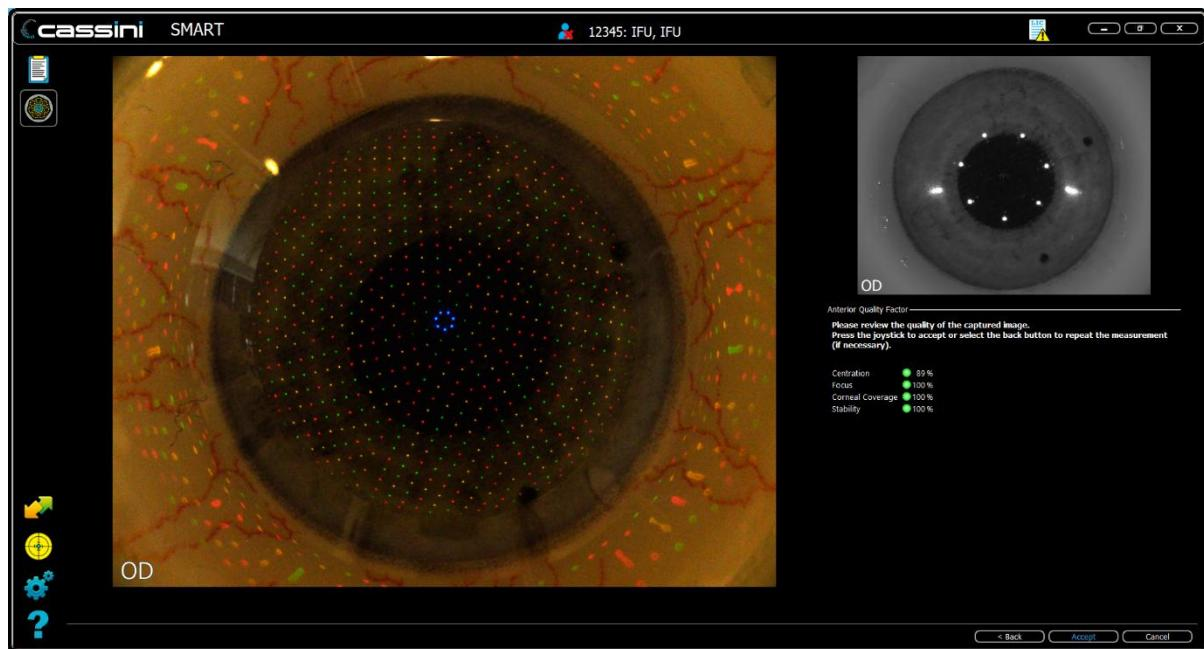

Figure 41 : Capture avec indicateur de facteur de qualité
5. Après le déclenchement, l'image capturée s'affiche avec un indicateur de facteur de qualité initial (Figure 41)